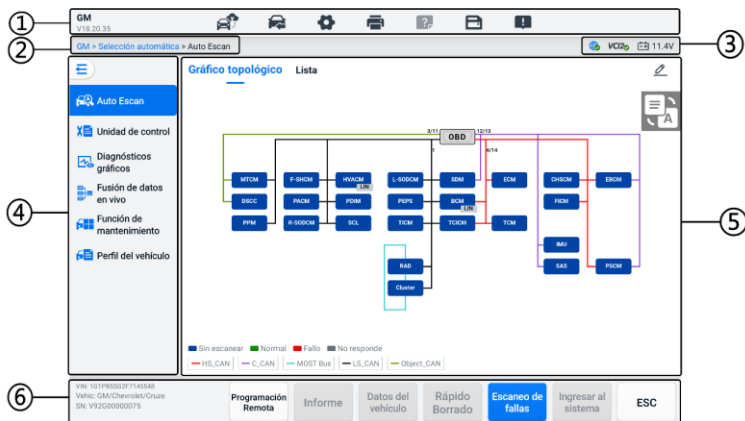

Figura 6-8 Pantalla del menú principal de diagnóstico
La pantalla del Menú principal de diagnóstico (ver Figura 6-8 Pantalla del menú principal de diagnóstico) guía a los usuarios para realizar lecturas de códigos, borrar códigos o realizar funciones integrales de diagnóstico automotriz, etc. Una vez seleccionada la función, la tableta establecerá una comunicación con el vehículo a través del VC12 e ingresará al menú de función correspondiente o al menú de selección según su selección.
1. Pulse el botón de la aplicación **Diagnóstico** en el menú de tareas de MaxiSys. Seleccione la información del vehículo correspondiente y acceda a la pantalla del menú principal de Diagnóstico (consulte la Figura 6-8 Pantalla del menú principal de diagnóstico).